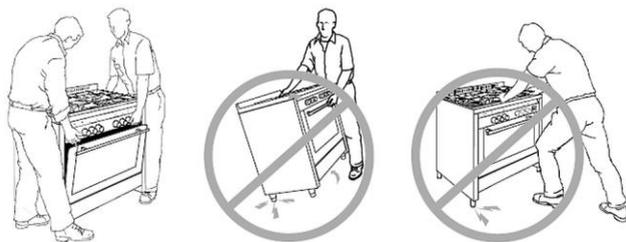

Fig. 3
2. Não levante o aparelho pela pega do forno, mas abra a porta do forno e segure o aparelho pela parte superior do compartimento do forno (fig. 3).